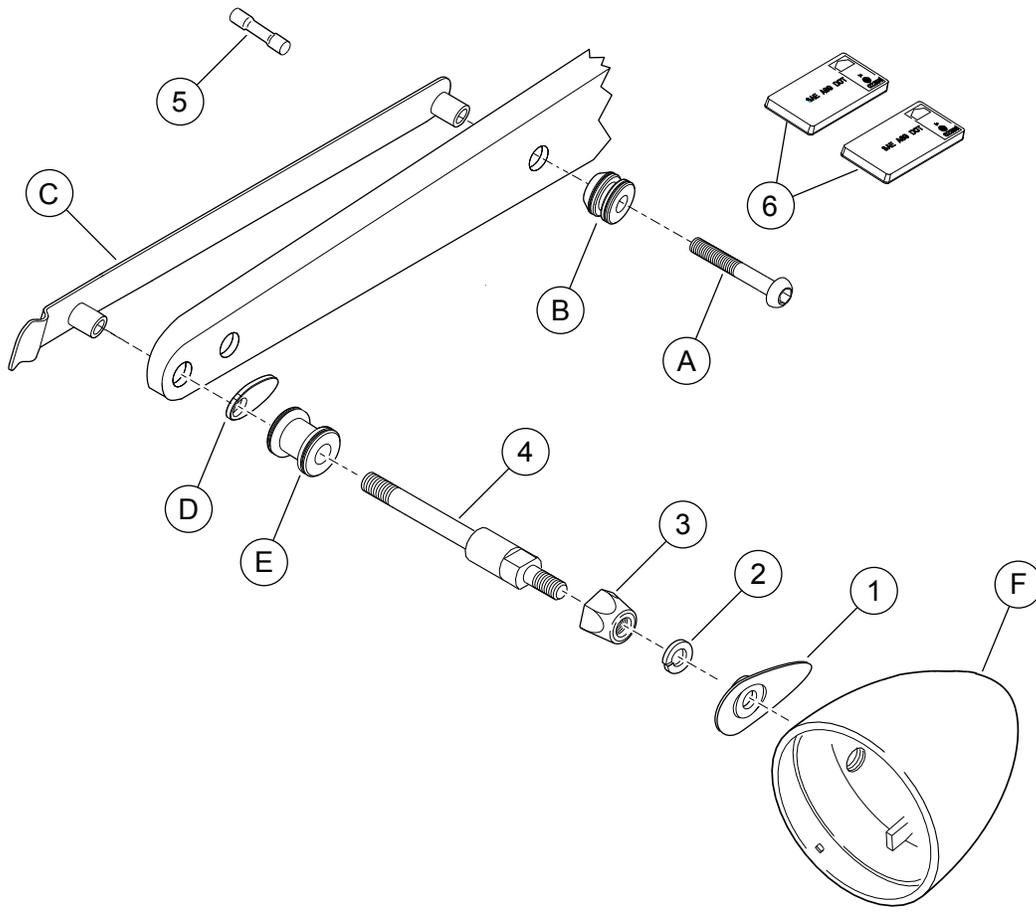

Abbildung 3. Ersatzteile: FXD Blinker-Umrüstsatz
Siehe Abbildung 3 und Tabelle 1.
1. Siehe Abbildung 3. Die hintere Befestigungsstelle (E) und die Abdeckung für Kabelaustrittsöffnung (D) über das lange Gewindeende des neuen Blinkerstiels (4) ziehen, wobei die angesenkte Seite der Befestigungsstelle nach außen zeigen muss.
2. Den Blinkerstiel (4) durch das hintere Befestigungsloch in der Schutzblechstütze und im Schutzblech einsetzen. Loctite® 243 (blau) auf den Stiel auftragen und diesen in die Schutzblech-Befestigungshalterung einschrauben.
4. Eine Gegenmutter (3) und eine Sicherungsscheibe (2) auf dem kurzen Gewindeende des Blinkerstiels (4) lose anbringen.
5. Die Abdeckung mit Kabelaustrittsöffnung (1) über der Vertiefung im Blinkergehäuse in die Einbaustellung bringen. Die Kabel der Buchse durch die Tülle in das Blinkergehäuse, durch das Gewindeloch und die Abdeckung mit Vertiefung im Blinkerstiel (4) einziehen.
8. Siehe Abbildung 3. Die Schutzfolie von der Rückseite des Reflektors (6) abziehen und den Reflektor entlang der Unterkante der Seitenplatte zentrieren. Den Reflektor auflegen und 30 Sekunden lang andrücken. Das Verfahren an der anderen Seitenplatte wiederholen.